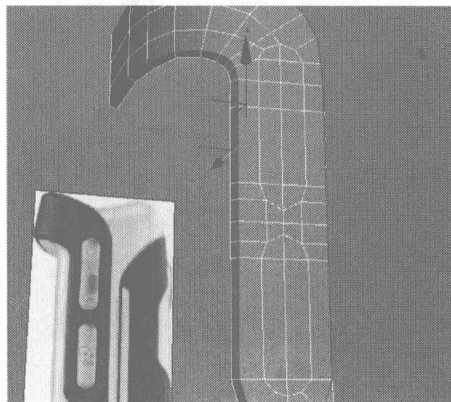
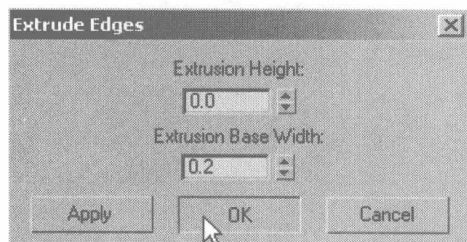

图 4.430
图 4.431
- 15** 选择如图 4.430 所示的轮廓边线，在 Edit Edges 卷展栏中单击 **Extrude** 右侧的小按钮，在弹出的对话框中设置挤压参数，如图 4.431 所示。